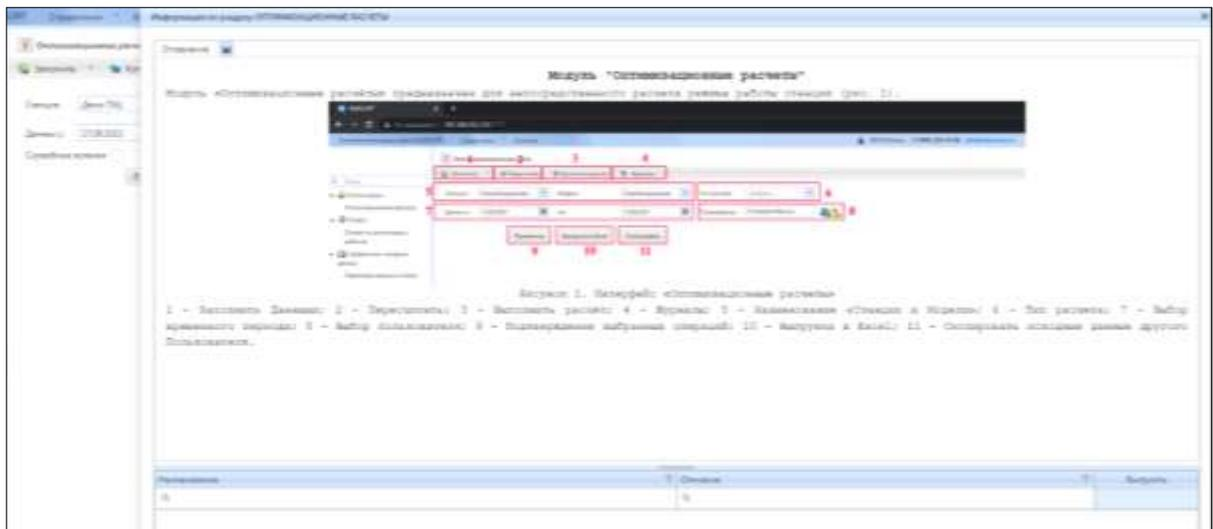

Рисунок 3.3.6 – Внешний вид окна со справочной информацией по модулю «Оптимизационные расчеты»
- 2) После нажатия на кнопку (2) «Справка» (рис. 3.3.5) откроется информация по модулю/подразделу (рис. 3.3.6).